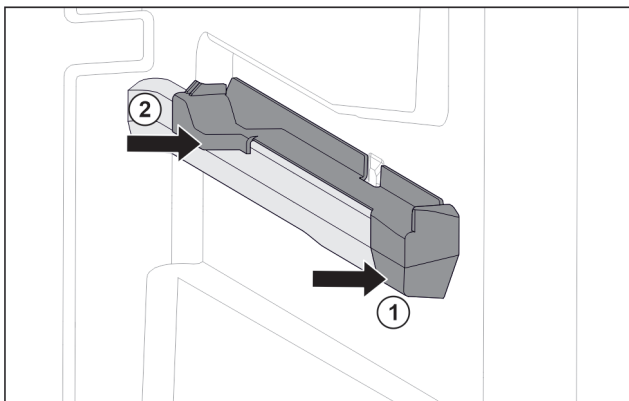

Fig. 68 Aufsteckteil auf der rechten Behälterrippe
- ▶ Aufsteckteil vorne an Behälterrippe ansetzen. Fig. 68 (1)
- ▶ Aufsteckteil hinten andrücken. Fig. 68 (2)